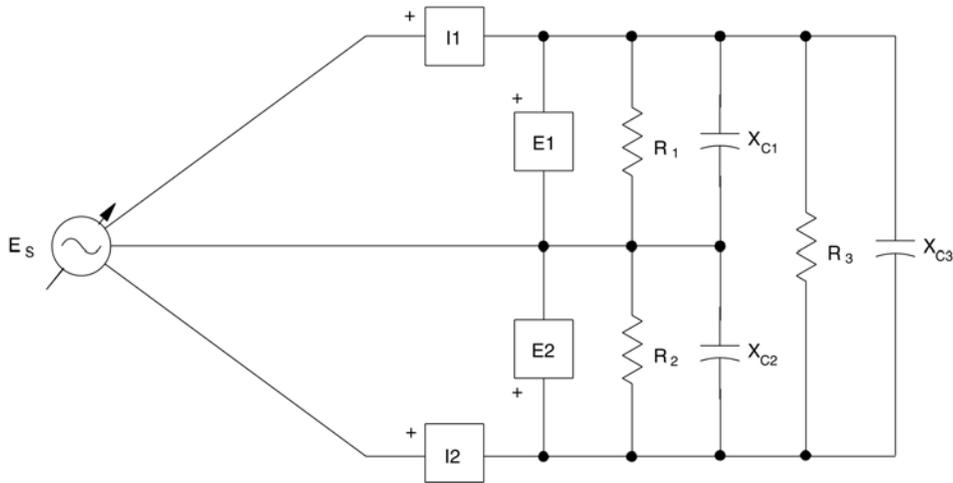

Figure 6-17. Ajout d'un condensateur à la charge raccordée en triangle.
31. Ajoutez un condensateur en parallèle avec la charge raccordée en triangle, comme à la figure 6-17, et réglez X_{C1} , X_{C2} et X_{C3} aux mêmes valeurs que R_1 , R_2 et R_3 . Mettez l'interrupteur du Bloc d'alimentation à la position I (marche) et, au besoin, réglez à nouveau la tension E_s de façon à obtenir la valeur utilisée précédemment.